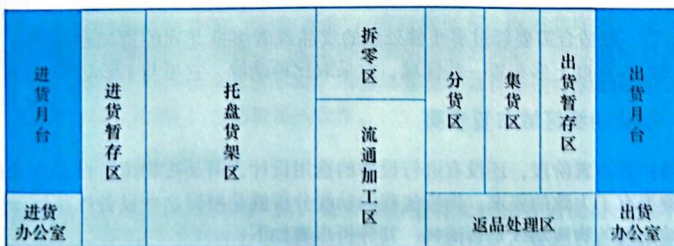

图 1-1-15 I形动线
(2) I形动线：又称直线形动线，是指进货和出货月台分别位于仓库的两侧，物流动线像大写的I字母，如图1-1-15所示。